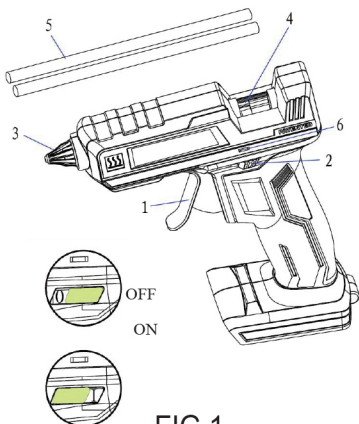

FIG.1
Asigurați-vă că întrerupătorul de pornire / oprire este în poziția oprit (O) (fig.1)
■ LED-ul se va aprinde când este instalat un acumulator încărcat și comutatorul este pornit (I).
■ Asigurați-vă că întrerupătorul de pornire / oprire este în poziția oprit (O) (fig.1)